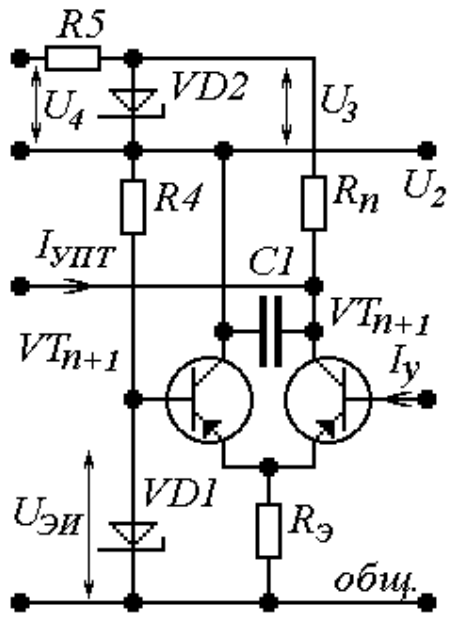

Рис.17. Вариант 3
$$R_5 \leq \frac{U_4 - U_3}{I_{cm2min} + 3I_{УПТmax}}, \text{ для рис. 17, 18, 19, 20.} \quad (21)$$
$$U_{K_{n+1}} = U_{2ном} + U_3 - U_{ЭИ}, \text{ для рис. 17, 18, 19, 20.} \quad (32)$$
$$R_{\text{Э}} = \frac{R_n U_{\text{ЭИ}}}{2U_3}, \text{ для рис. 17, 18, 19, 20.} \quad (38)$$
$$I_{K_{n+1}} = \frac{U_{2\text{ном}} + U_3 - U_{\text{ЭИ}}}{R_n}, \text{ для рис. 17, 18, 19, 20.} \quad (40)$$